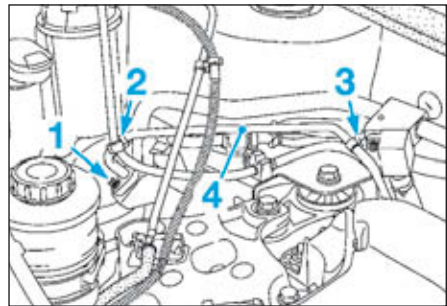

FIG.5
- Déposer la vis (1) (Fig.5).
- Dégrafer le tuyau de liaison «bouteille déshydratante - évaporateur arrière» en (2) et en (3).
- Ecarter le tuyau de liaison «bouteille déshydratante - évaporateur arrière» (4) sur le côté.